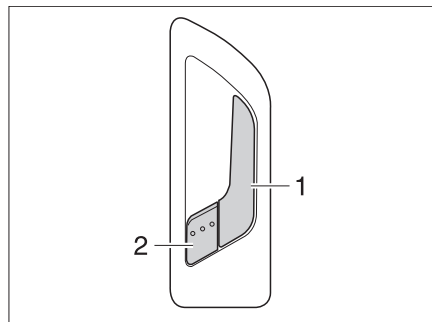

Bild 27 Türschloss Eingangstür, innen
- Am Griff (Bild 27,1) ziehen. Das Türschloss wird entriegelt. Der Sicherungshebel (Bild 27,2) springt automatisch heraus.
- Den Sicherungshebel (Bild 27,2) drücken.